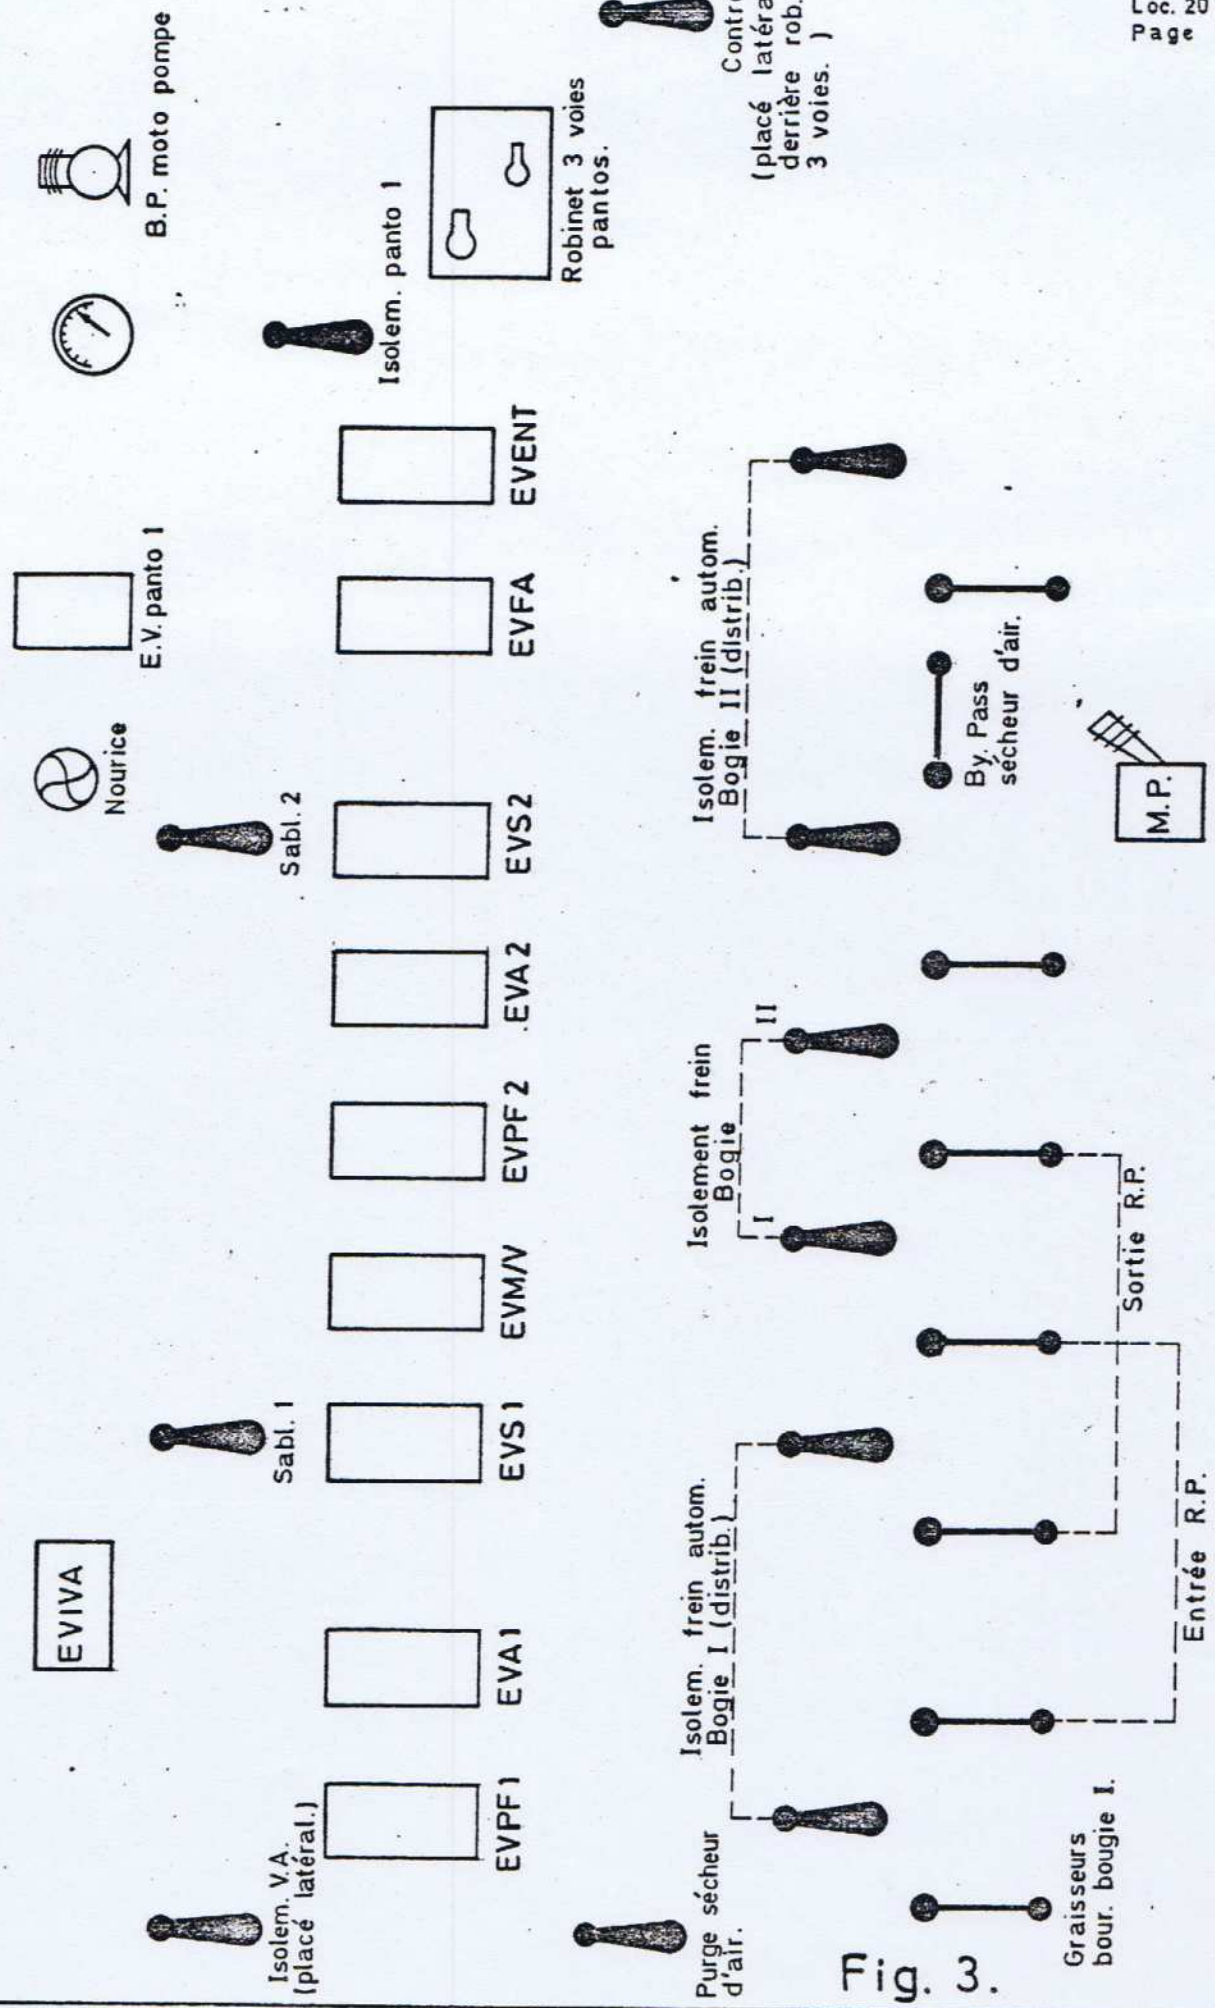

Fig. 3.
- 3. Tableau pneumatique (détail fig.3)
- Sur le tableau pneumatique (fig. 3), vérifier si tous les robinets sont ouverts.
Le réservoir nourrice et son manomètre, la moto-pompe et le robinet à 3 voies se trouvent sur le tableau pneumatique dans le couloir (fig. 3).